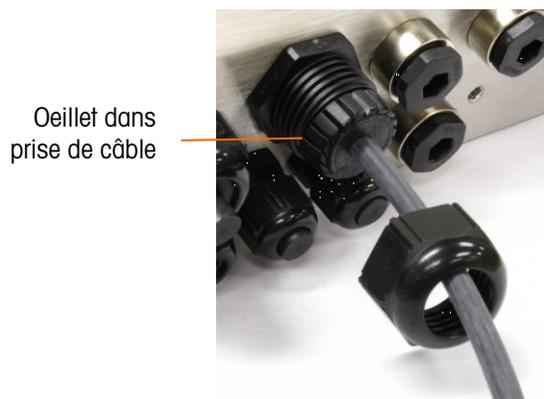

Figure A-27 : Œillet dans le corps de la prise de câble
- Placez un œillet dans le corps de la prise du câble (voir la Figure A-27).